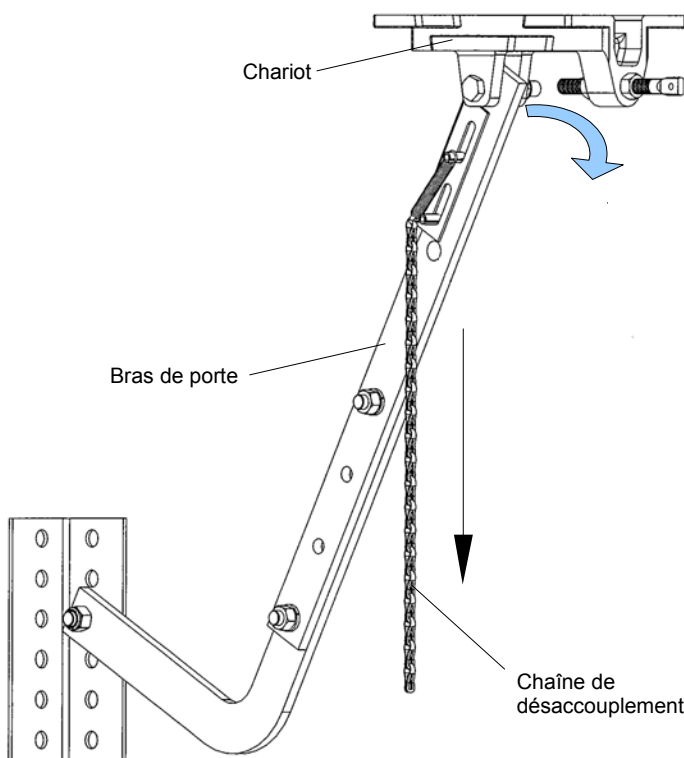

Figure 4 - Désaccouplement du bras de porte du chariot
1. Tirer la chaîne de désaccouplement vers le bas, voir Figure 4.
2. Désaccoupler le bras de porte du chariot, voir Figure 4.